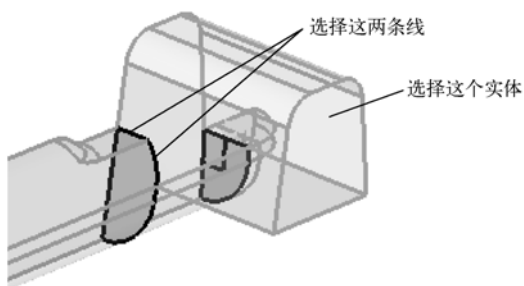

图 3-35 选择实体和边线 1
- (1) 进入 trim with lines 子面板。
- (2) 激活 with sweep lines>solids 选择器，选择如图 3-35 所示实体。